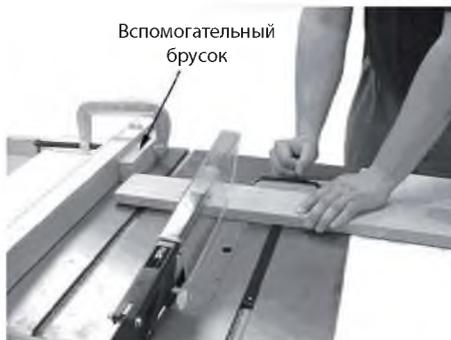

Рис. 33
- Не використовуйте інструмент для розпилювання під кутом та спрямовуючу лінійку під час однієї і тієї ж операції, без застосування щита, що стоїть навпроти (допоміжного блоку), який дозволяє залишати вільною секцію впуску до тих пір, доки не буде розпочато наступний розпил (рис. 33).
- Ніколи не виконуйте поперечний розпил від руки та не використовуйте упор до кінця закінчення розпилу, аби допоміжний блок не був затиснутий з переднього боку ділянки пиляльного диску таким чином, що відрізана заготовка вивільнювалася з блоку до початку процесу розпилу (Рис. 33).